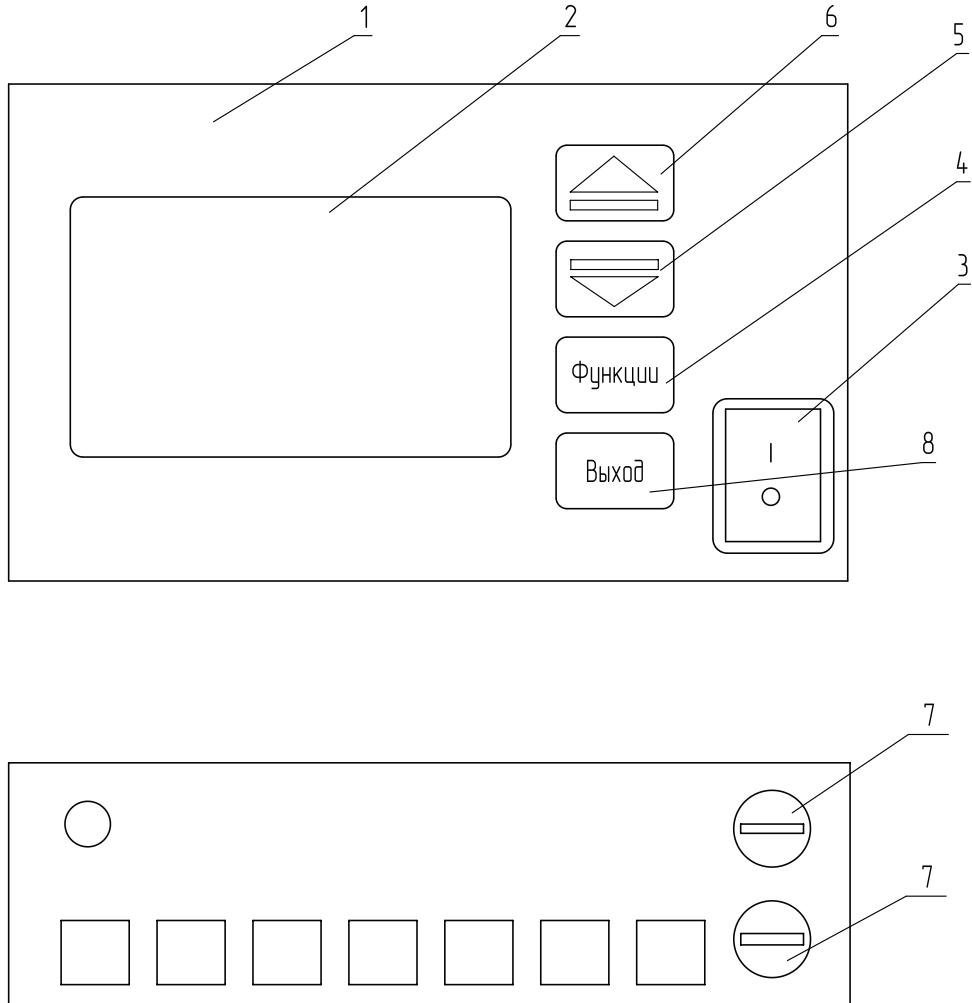

Рис.2 Пульт управления
Расположение органов управления и индикации на передней панели пульта управления показано на **Рис.2.**
- Установите шамотные кирпичи (**Рис.2, поз.1**) так, что бы один край кирпича лежал на скобе, а второй опирался на противоположную стенку котла;